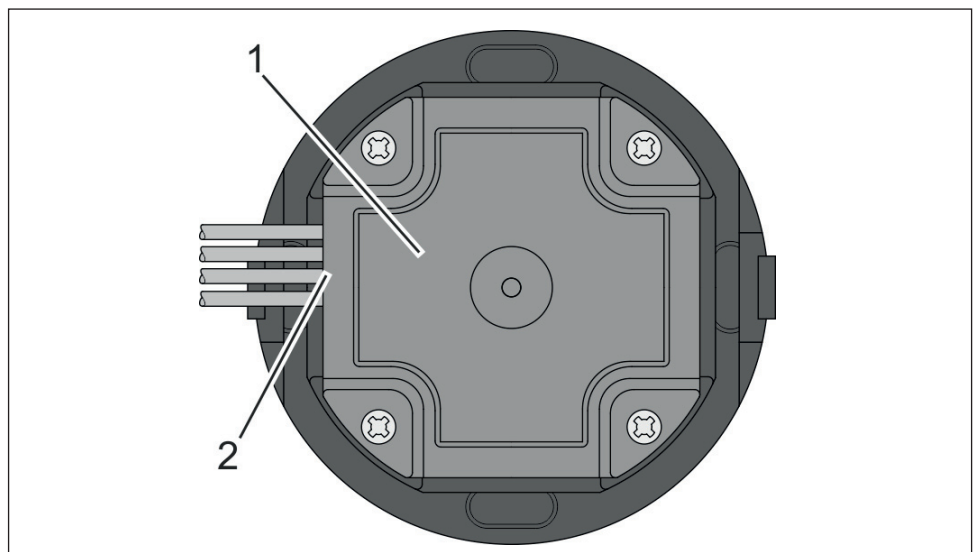

Abb. 14: Rückseite Leser WR 200 mit Leitung
4. Beiliegende Abdeckung an der Rückseite des Lesers anschrauben (Abb. 14/1). Dabei die Leitungen seitlich an den gepolsterten Leitungsführungen ausleiten (Abb. 14/2).